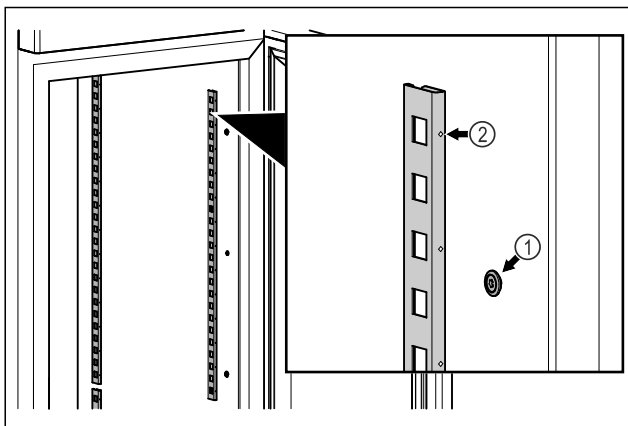

Fig. 83 Примерно изображение
- ▶ Закачете заключващите ленти в окачването Fig. 83 (1). Маркировката Fig. 83 (2) трябва да сочи напред.